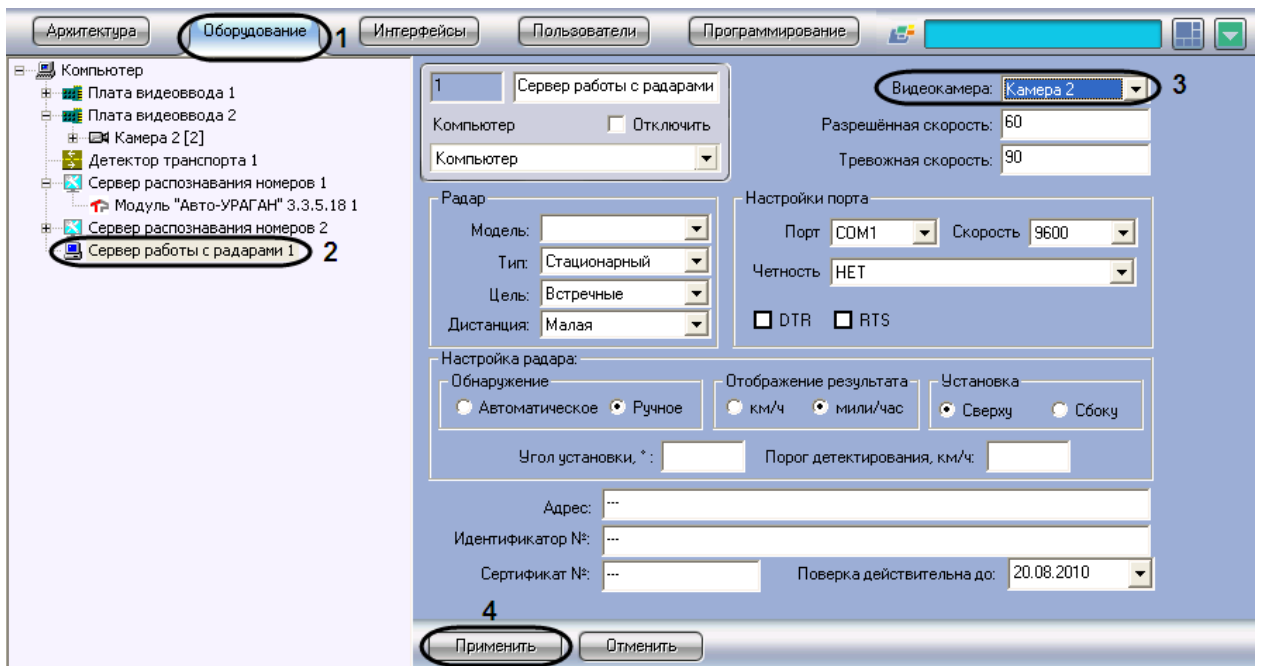

Рис. 7.3—2. Выбор объекта «Камера» для совместной работы с Сервером распознавания номеров
1. В диалоговом окне «Настройка системы» перейти на вкладку «Оборудование» (см. Рис. 7.3—2, 1).
2. В дереве объектов на вкладке «Оборудование» выбрать объект «Сервер работы с радарными», соответствующий настраиваемому программному модулю «Радар» (см. Рис. 7.3—2, 2). В правой части вкладки «Оборудование» отобразится панель настройки выбранного объекта.
3. В списке «Видеокамера» выбрать объект «Камера», который соответствует видеокамере, настроенной для совместной работы с Сервером распознавания номеров (см. Рис. 7.3—2, 3).
4. Нажать кнопку «Применить» (см. Рис. 7.3—2, 4).